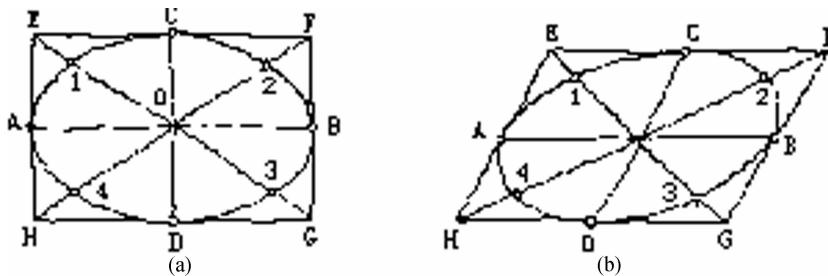

图1-12 椭圆的画法
(4)椭圆的画法。画椭圆时,先画垂直相交的两条点画线,作为长、短轴,目测定出椭圆长、短轴上的4个端点,再画出其外切矩形或外切平行四边形,并在对角线上按相同比例取四个点( $E1 : 1O = 3 : 7$ ),最后用4段圆弧徒手连成椭圆,如图1-12所示。